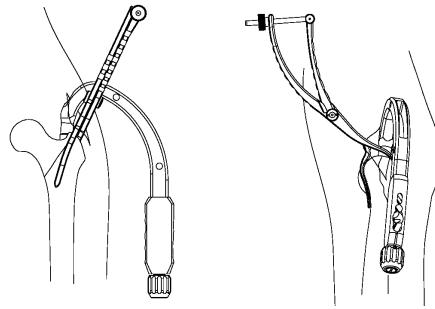

図9
- 4) 鉗子での整復位保持状態でエントリーホールの開窓を行い、ネイルを挿入します。(図9)